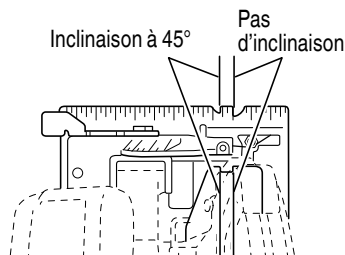

Fig. 12
1. Placer le corps de la scie (socle) sur la pièce à travailler et comme à la Fig. 12, aligner le trait de coupe prévu avec la lame de scie au moyen de l'encoche. Ce rapport entre le socle et le matériau ne devra pas changer quelle que soit l'inclinaison du socle.
4. Incliner la scie vers l'avant et aligner l'encoche (Fig. 12) sur la ligne de guidage pré-marquée.